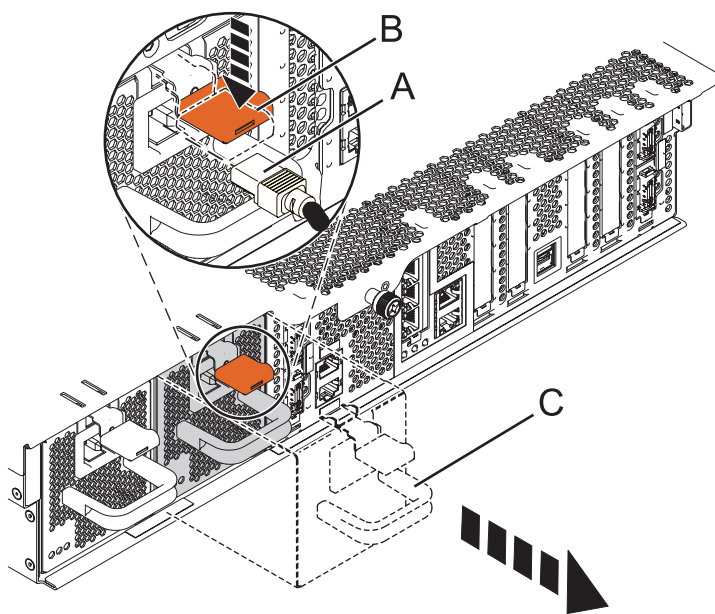

Figure 6. Retrait de l'alimentation électrique
6. Débranchez le câble d'alimentation (A) avant de l'alimentation électrique comme indiqué à la figure 6.
7. Appuyez sur le taquet de verrouillage (B), comme indiqué sur la figure 6.